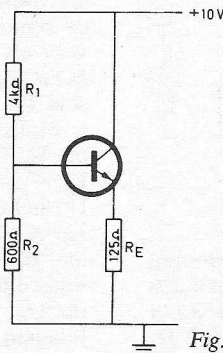

Fig. 9.
② In fig. 9 is $U_{BE} = 0,2 \text{ V}$. De lekstroom I_{CO} wordt verwaarloosd. De spanning over R_E bedraagt 1 V.